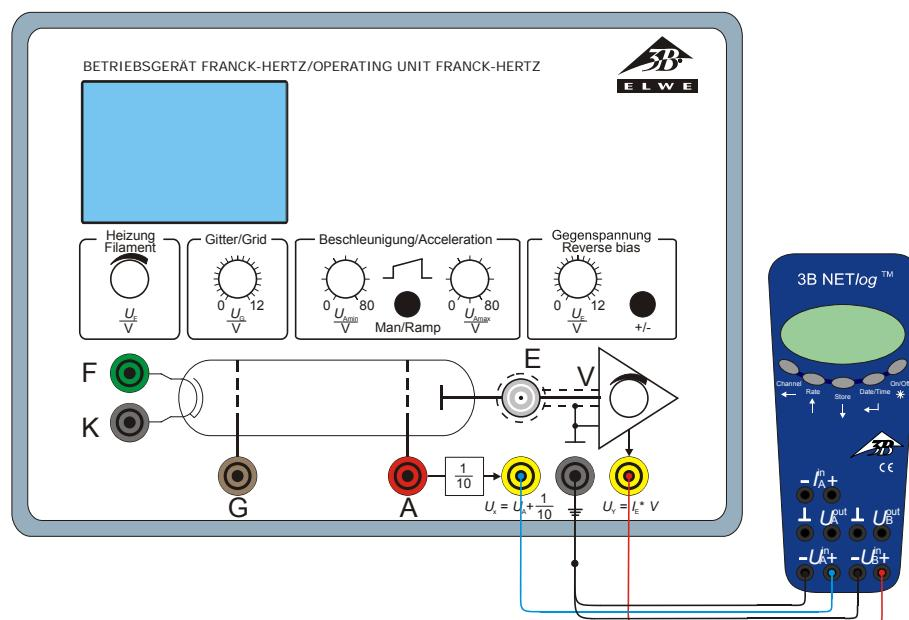

Fig. 6 Anschluss des 3B NET/log™ an das Betriebsgerät für Franck-Hertz-Experiment
- Collegare il 3B NET/log™ all'apparecchio per l'esperimento di Franck-Hertz. (Vedere Fig. 6). A tale scopo, collegare l'uscita Ux dell'apparecchio per l'esperimento di Franck-Hertz all'ingresso A e l'uscita Uy all'ingresso B del 3B NET/log™.